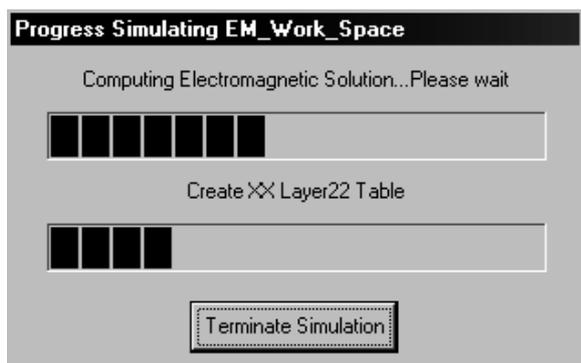

Рис. 1.3
щёлкните по значку **Analyze** на панели инструментов. Начнёт выполняться электромагнитное моделирование, ход которого будет отображаться в открывшемся окне рис. 1.3. По окончании моделирования будет выведен график KstU, а на диске в папке ...EM\_Models появится файл Mss000.emx. Если теперь в проекте изменять значение диэлектрической проницаемости подложки, то будут заполняться новые базы данных для этих подложек и на диске появятся файлы Mss001.emx, Mss002.emx, Mss003.emx и т.д. Файл Mss000.emx можно теперь переименовать, например, в Mss10\_0.emx, где 10\_0 указывает, для какой диэлектрической проницаемости подложки создан этот файл. Но буквы Mss и расширение emx менять нельзя.
**Замечание.** Как только начинается электромагнитное моделирование, в проекте создаётся электромагнитная структура моделируемой неоднородности, которая в окне просмотра проекта отображается как подгруппа с именем **EM\_Work\_Space** в группе **EM Structures**. Если после начала электромагнитного моделирования остановить процесс, нажав кнопку **Terminate Simulation** в окне рис. 1.3 и затем запустить его снова, то можно наблюдать, как изменяется топология в процессе автозаполнения базы данных. Для этого дважды щёлкните по подгруппе **EM\_Work\_Space**, чтобы открыть окно электромагнитной структуры. Если затем щёлкнуть по кнопке **3D View**, то можно наблюдать трёхмерную структуру. После этого начните процесс моделирования, щёлкнув по значку **Analyze** на панели инструментов.